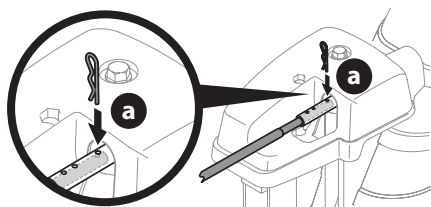

Figura 63
1. Retire el pasador de chaveta (a) de cualquiera de los orificios más alejados del conjunto del canal sobre el cabezal de control del canal (Figura 63).
2. Empuje la varilla de control del canal hasta que el orificio de la misma quede alineado con el tercer orificio del cabezal de control del canal (Figura 63).
3. Vuelva a insertar el pasador de chaveta (a) a través de este orificio y la varilla de control del canal (Figura 63).